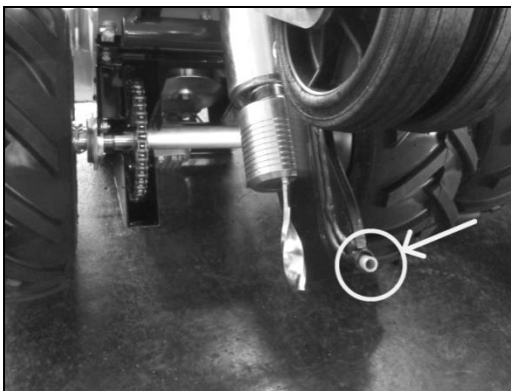

fig. 2
- Kontroller at utgangshullet på omkretsledningen fra kablederen (mater) (fig. 2) er uskadet. Kontroller spesielt tilstanden til det fleksible røret inne i kablederen. Hvis det er skadet, må det byttes ut. Kontroller også at det ikke er noen kutt langs konturen av hullet på kablederen, og at den ikke har en skarp eller taggete kant. Bytt ut kablederen hvis den er skadet.